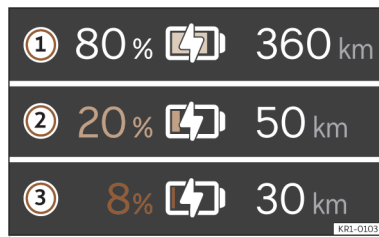

Fig. 2 No painel de instrumentos digital: autonomia e indicação da reserva.
O estado da carga atual da bateria de alta tensão indica-se com o símbolo  no painel de instrumentos digital >>> **Fig. 2 ①**. O símbolo da bateria estará mais ou menos cheio em função do estado da carga da mesma.
A autonomia do veículo é mostrada em quilómetros (km) ou milhas (mi) em função do ajuste selecionado >>> **Fig. 2 ②**.
Zona da reserva >>> Fig. 2